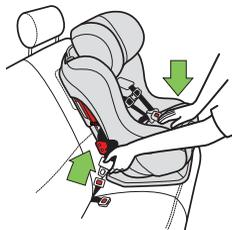

Figure 107
- Presser au centre du siège d'auto pour réduire la tension sur la ceinture du véhicule ce qui aidera à la déboucler plus facilement, tel qu'illustré dans la **Figure 107**.